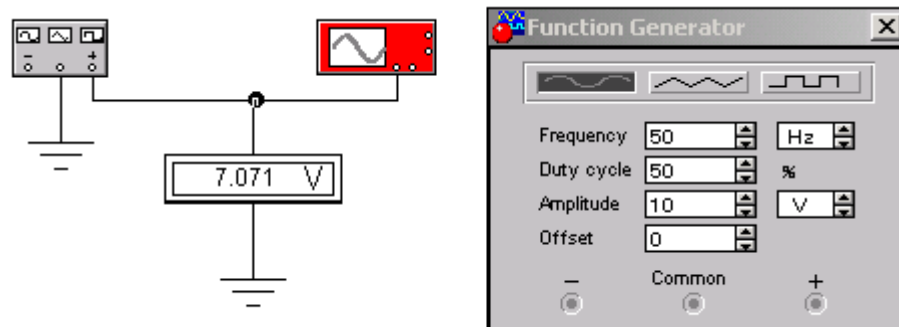

Рис. 2. Схема измерений
Для проверки формул можно использовать схему на рис. 2. Для измерения амплитуды используется осциллограф, а для измерения действующего значения — вольтметр V . Напомним, что все приборы для измерения напряжения и тока проградуированы в единицах действующего напряжения для синусоидального сигнала. Вольтметр V необходимо переключить в режим измерения переменного тока (AC), поскольку по умолчанию он находится в режиме измерения постоянного тока (DC).
1. Используя схему на рис. 2, измерьте действующие и амплитудные значений синусоидального, треугольного и прямоугольного сигналов. Убедитесь в справедливости приведенных выше формул. Попытайтесь объяснить разницу в полученных результатах.